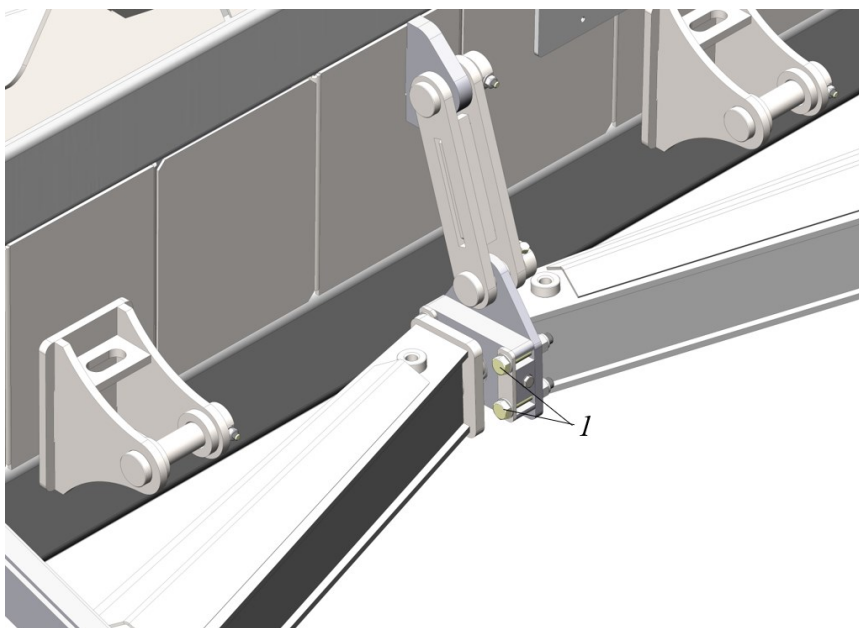

Рисунок 5.118. Центральный подшипник
- ▶ Ослабьте винты 1 на центральном соединении, рис. 5.118.